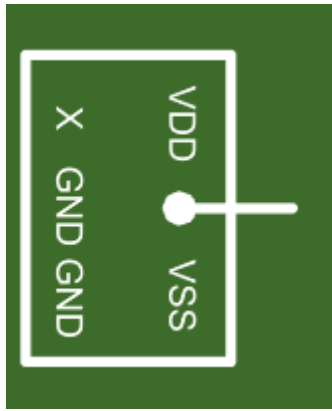
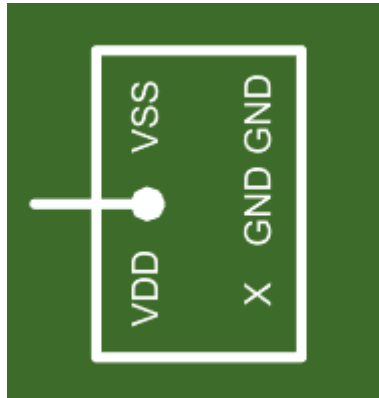

图 4-1. 左侧跳线 (J1-J4) 配置或引脚排列
图 4-2. 右侧跳线 (J5-J8) 配置或引脚排列
3. 全部 8 个通用信号路径接头包含六个引脚。图 4-1 和图 4-2 分别显示了电路板左侧和右侧接头的一般引脚排列。请注意，方向基于位于电路板顶部的 J10。